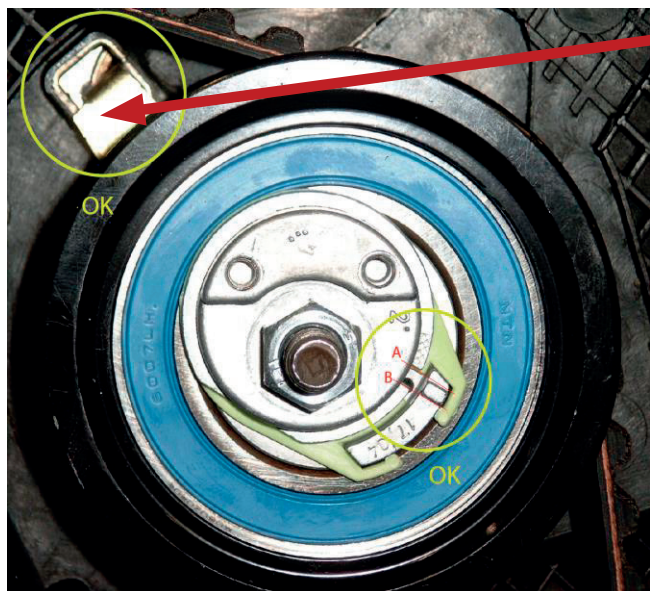

FIG. 3
4. Instale el nuevo tensor (apriete la tuerca a mano). El índice de tabulación debe estar situado correctamente en la ranura (Fig. 3). **Contra el lado derecho de la ranura. Instale las nuevas poleas.**